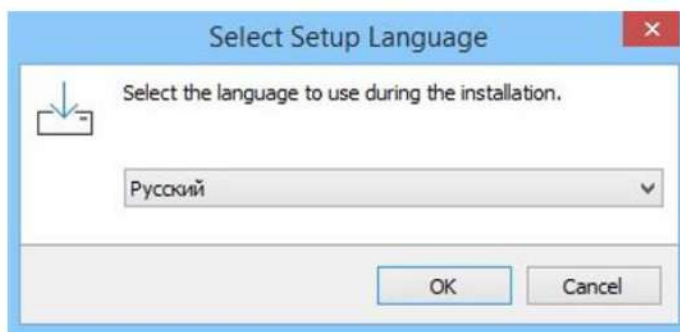

Рисунок 47 - Выбор языка
- 2) Выбрать язык, нажать кнопку «ОК» (Рисунок 47).